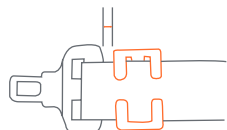

Fig. 45-3
- Sujete el cinturón de hombro al cinturón de regazo instalando el gancho de fijación a 1/2 pulgada de la hebilla, según se muestra en la Fig. 45-3.